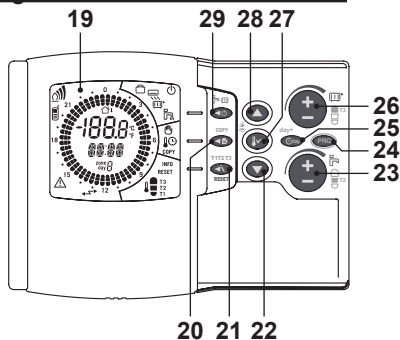
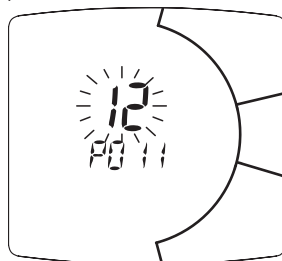
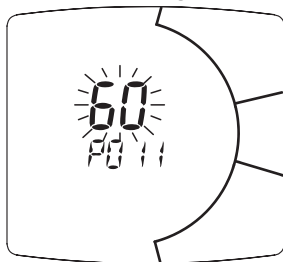

Figura 5.63
Figura 5.66
Figura 5.67
- Scorrere i vari parametri utilizzando il tasto 23 in Figura 5.63 fino a far apparire sul display LCD le lettere **P011** con sopra il relativo valore del parametro **12** che lampeggia, indicante l'entrata nel "parametro 11" (Figura 5.66).
- Modificare il SET programmato agendo sul pulsante 26 in Figura 5.63 fino a visualizzare un **set di 60**, aspettare che il numero programmato cominci a lampeggiare (Figura 5.67).